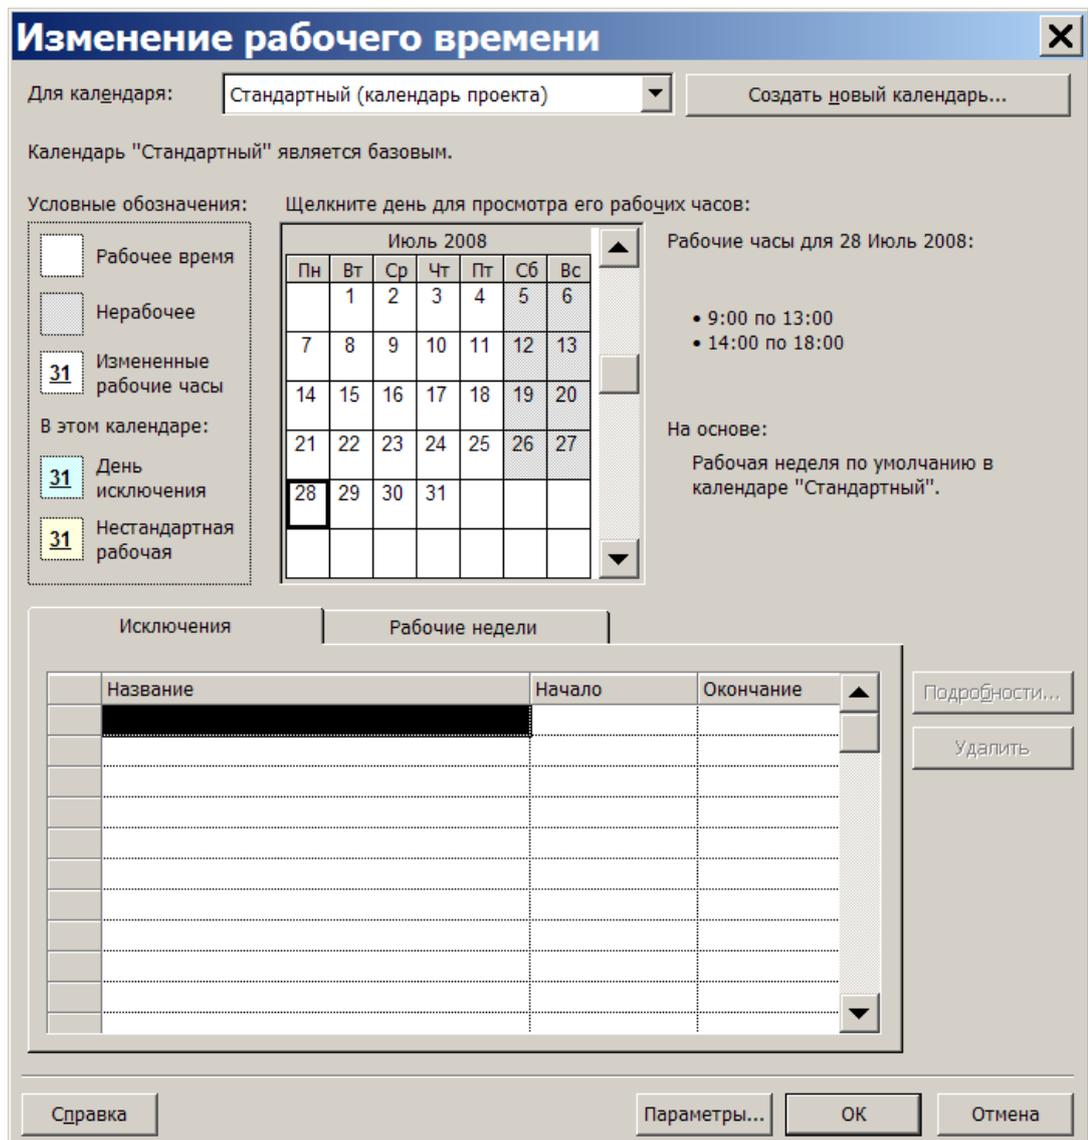

Рис. 3.3. Окно настройки календарей
**Создание и редактирование базовых календарей** происходит в пункте меню *Сервис/Изменить рабочее время*. Окно для работы с календарём изображено на рис.3.3.
- Таблица календаря. Отображает график рабочего времени выбранного календаря. Слева от таблицы в виде легенды изображены способы отображения различных фрагментов календаря: рабочее, нерабочее и изменённое рабочее время, дни исключений и нестандартных рабочих недель. Справа от таблицы отображается график рабочего времени для выбранного дня таблицы (на рис.3.3 для даты 28.08.08 рабочими часами являются промежутки 9:00–13:00 и 14:00–18:00).